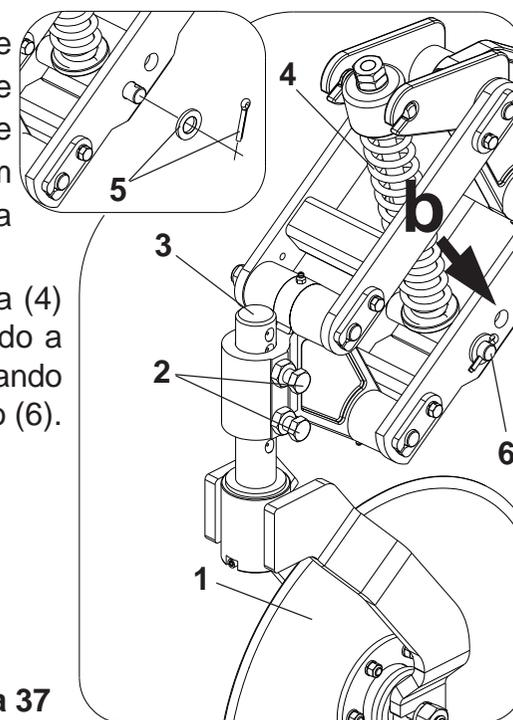

Figura 37
- REGULAGEM DE PROFUNDIDADE DO DISCO DE CORTE (Figura 37)